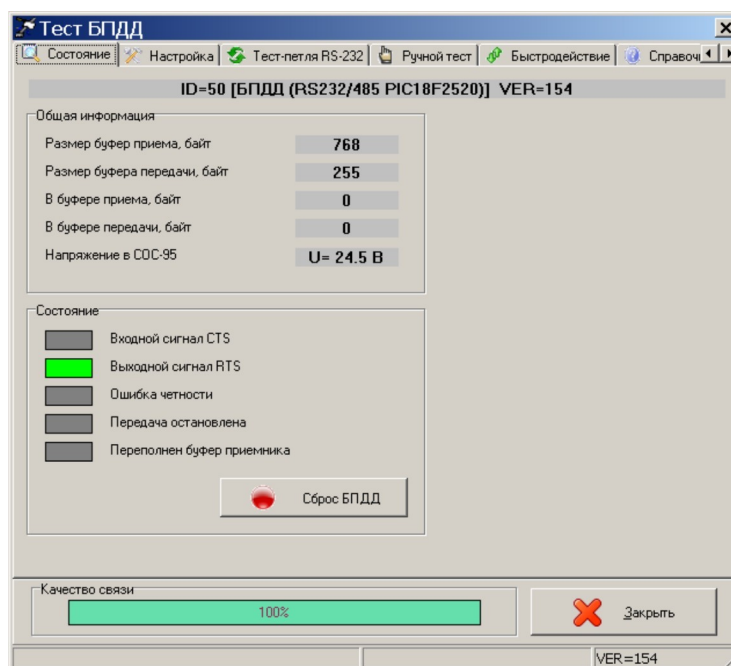

Рисунок 20
- 2) Выбрать в таблице устройств блок «БПДД». В окне «Поиск» выбрать команду «Тест», затем вкладку «Состояние» и проверить отображение значения напряжения питания «Напряжение в СОС-95» (рисунок 20).